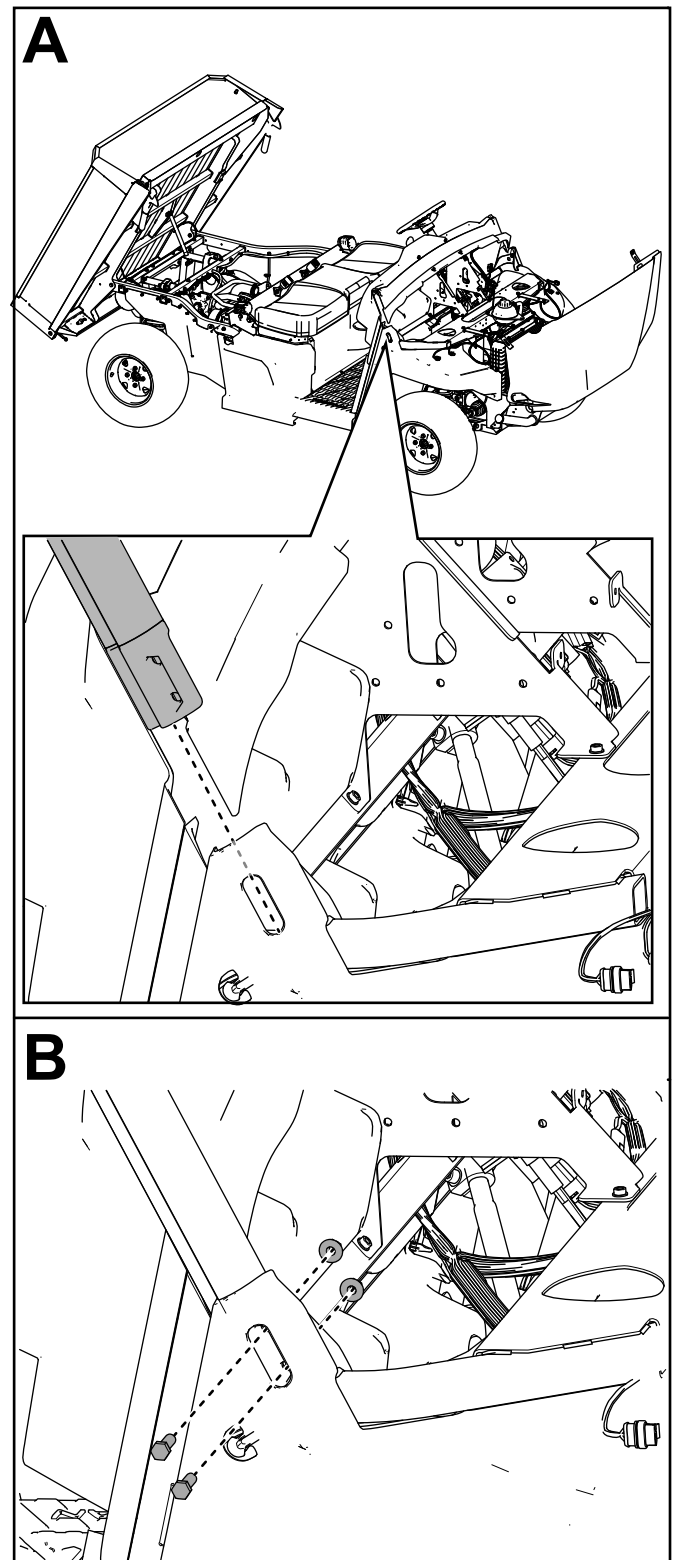

Figure 13
7. Fixez légèrement la barre avant droite de l'arceau de sécurité sur son support à l'aide de 2 boulons à tête hexagonale ($\frac{3}{8}$ " x $1\frac{1}{4}$ ") et de 2 contre-écrous ($\frac{3}{8}$ "), comme montré à la Figure 13.